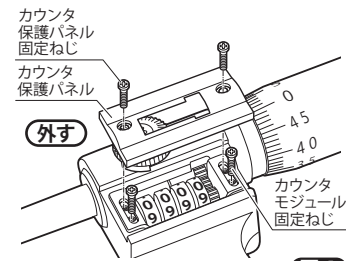

図4
- Using a precision ⊕ type screwdriver, remove the two screws securing the Counter Cover Plate, and then the two additional screws holding the Counter Module in place. (Fig.4)
- ①カウンタ保護パネルの固定ねじを⊕の精密ドライバで外し、さらにカウンタモジュールを固定しているねじも同様に⊕の精密ドライバで外してください。(図4)